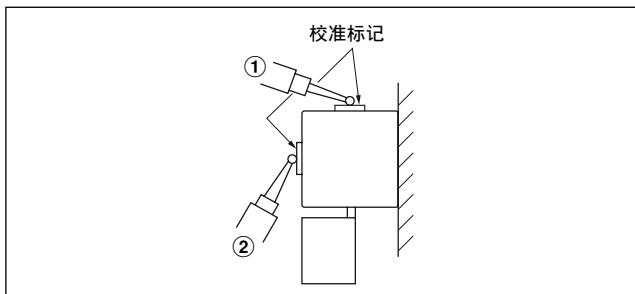

图 3-7 测定直线标尺与机械的滑动
(4) 测定直线标尺与机械滑动的平行度
在直线标尺侧面的校准标记位置 (图 3-7 的 ①) 直接放上千分表调节直线标尺对机械滑动的平行度。
(5) 直线标尺安装托架达不到平行度时
请在图 3-7 中 ② 的位置上放上千分表测量各校准标记，在底脚的下部放入隔板等使平行度达到 0.15 mm 以内。